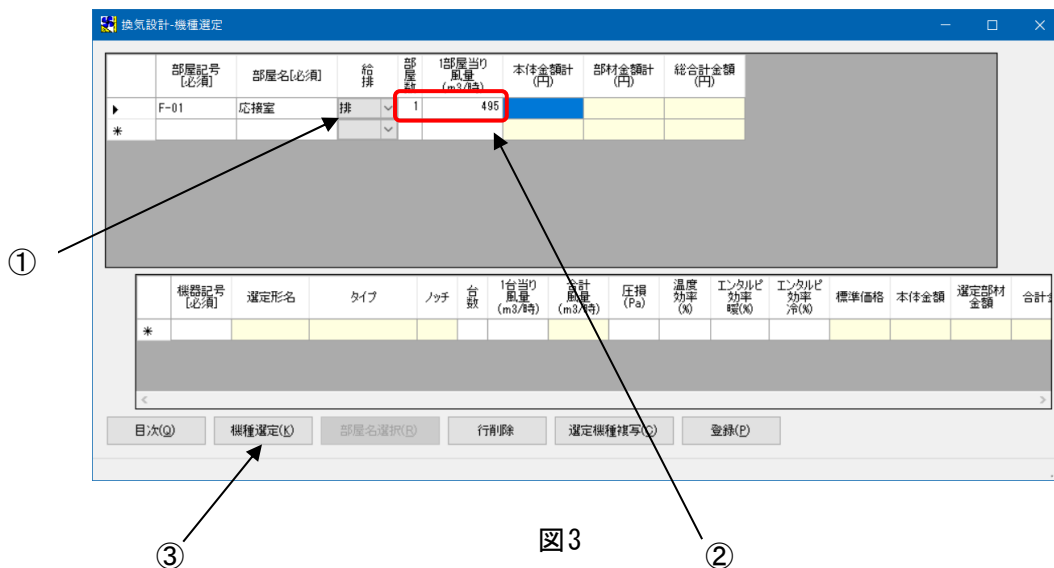

図3
(3) 給排区分(図3-①)
(4) 部屋数・1部屋当り風量(図3-②)
(5) 形名選定
(ア) 機種選定したい場所にカーソルを置き、**[機種選定(K)]** ボタン(図3-③)をクリックします。